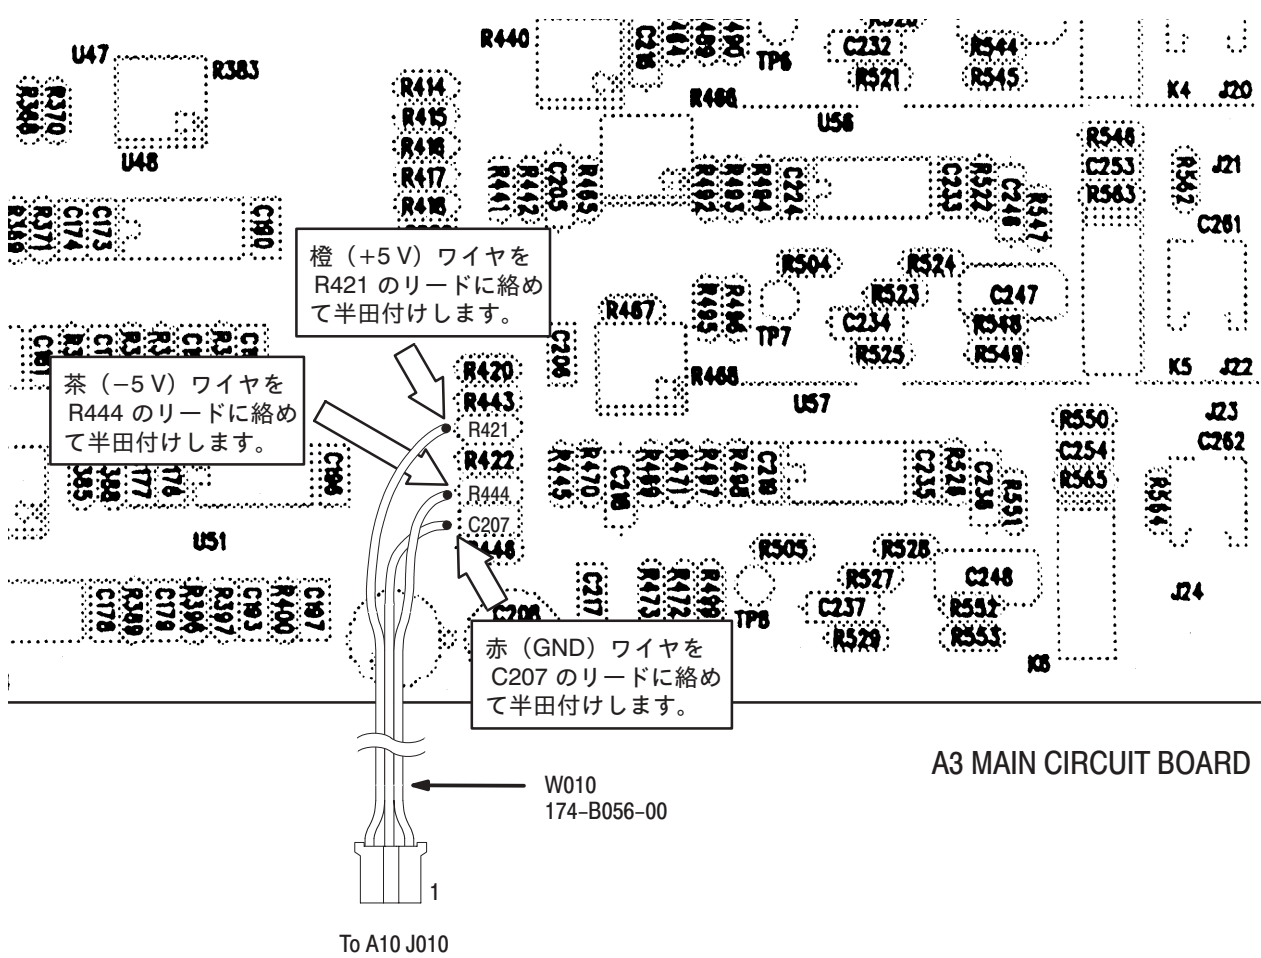

図 1 : A3 メイン・ボードにワイヤ (W010) の取り付け
部品配置図（図 1 ~ 3）と回路図（図 5 ~ 8）を参照して改造します。
1. A3 メイン・ボード上で、ワイヤ W010（174-B056-00）を取り付けます。（図 1 を参照）